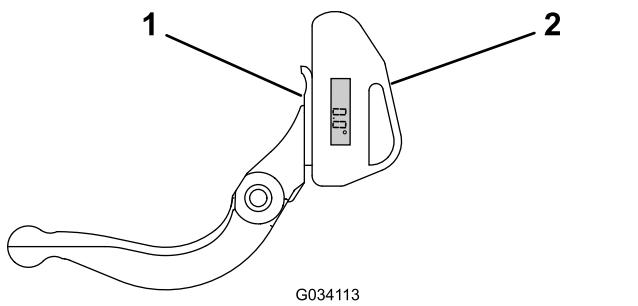

Figure 32
1. Placez l'indicateur d'angle sur la face inférieure de la contre-lame, comme montré à la Figure 32.